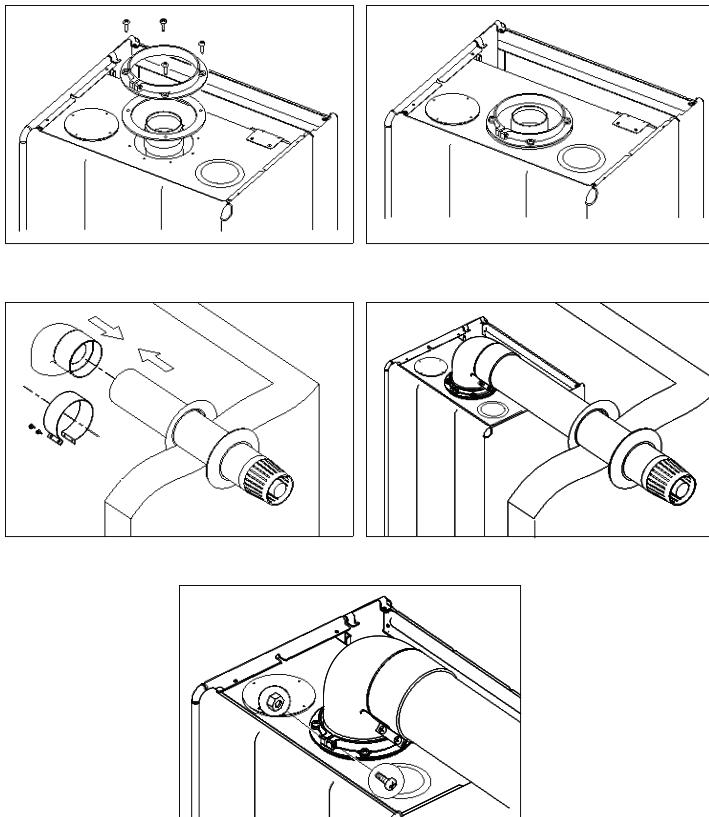

Рис. 9
- Используя уплотнитель фланца, закрепите винтами соединительный фланец дымохода в отверстиях на поверхности котла. (Рис. 9а-9б )
- Для компоновки терминала выхода дымохода, уплотнитель наружной стены (EPDM), как показано на (Рис. 9с), вставьте в терминал дымохода. После того, как терминал выхода дымохода будет вставлен в заранее сделанное отверстие в наружной стене, установить на терминал дымохода соединительный уплотнитель внутренней стены. К одному концу дымохода вашего котла, на который была установлена соединительная прокладка EPDM, присоединить колено 90°, а другой конец дымохода вставьте в терминал выхода дымохода, на соединительную прокладку EPDM установить хомут, слегка прикрутить винты (Рис. 9д). Затем, установить колено 90° на соединительный фланец дымохода и закрепить винтами (Рис. 9е). И наконец, после того, как вы затяните ранее установленные и незакрученные винты на прокладке EPDM, уплотнитель внутренней стены прижмётся к стене и таким образом, будет обеспечена герметичность между дымоходом и стеной.